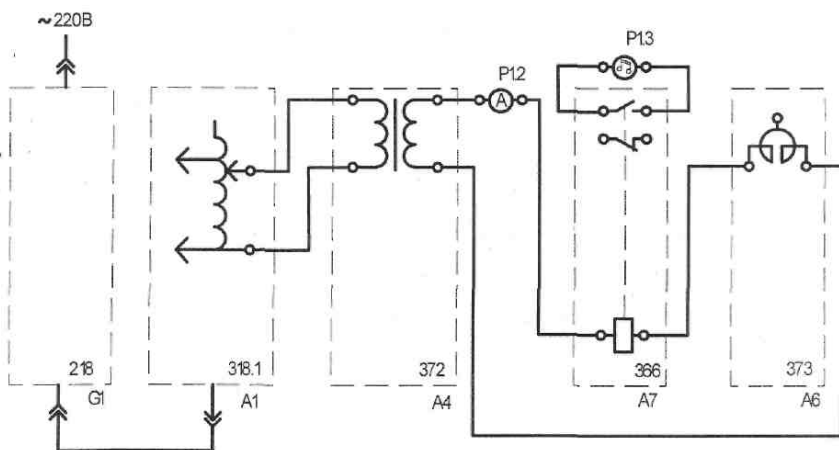

Рис. 1.1. Схема электрическая соединений для определения коэффициента возврата электромагнитного реле переменного тока
**К пункту 1.2.** Схема электрическая соединений показана на рис. 1.1.